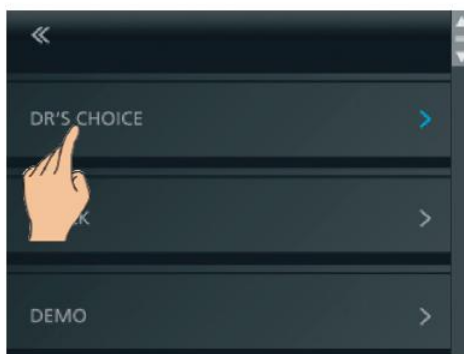

Рис. 21. Вибір опції DR'S CHOICE
- Ввійдіть в меню налаштувань і оберіть опцію DR'S CHOICE (рис. 21).